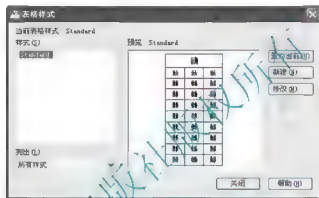

图 3.113 【表格样式】对话框
(1) 选择菜单栏中的【格式】|【表格样式】命令，打开【表格样式】对话框，如图 3.113 所示。